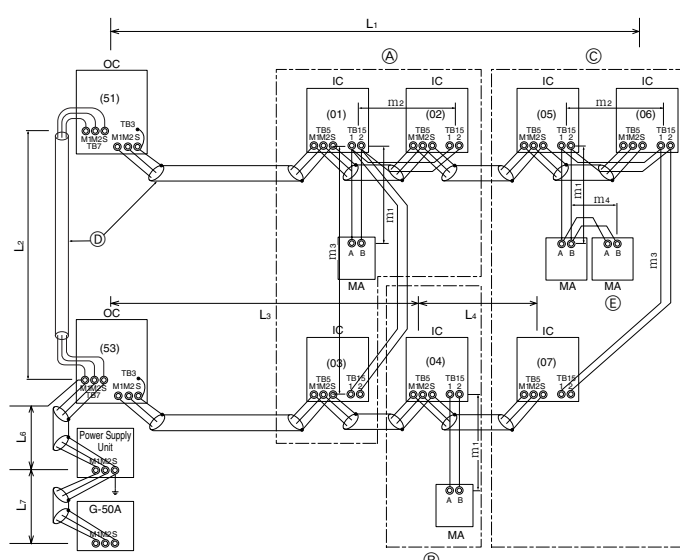

Fig. 6-3
- Commande à distance MA (Fig. 6-3)